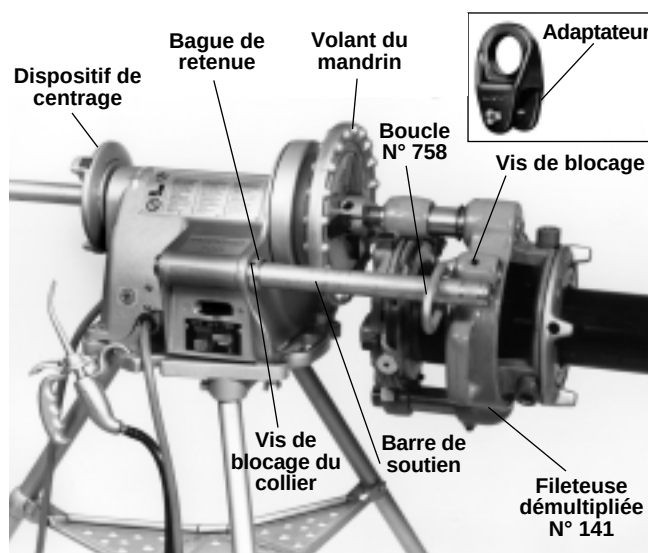

Figure 19 – Fileuse démultipliée N° 141 en couplage direct avec le système d'entraînement
4. Fileteuse démultipliée N° 141 (*Figure 19*) – Retirez la barre d'appui côté interrupteur et bloquez la bague de retenue contre le bâti du système d'entraînement à l'aide des vis de blocage.
5. Fileteuse démultipliée N° 141 (*Figure 19*) – Enfilez la boucle N° 758 autour de la barre d'appui et bloquez-le contre la boucle du boîtier d'engrenages à l'aide de la vis de blocage.
NOTA ! Utilisez l'adaptateur N° E-3675 (*Figure 19*) au lieu de la boucle N° 758 sur les fileteuses 4P dont le boîtier d'engrenages n'est pas équipé de boucle.